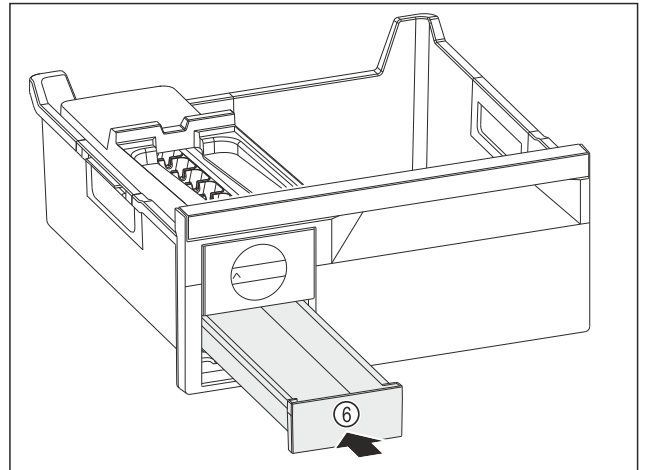

Fig. 141
- ▶ Spingere verso l'interno il cassetto del ghiaccio Fig. 141 (6).